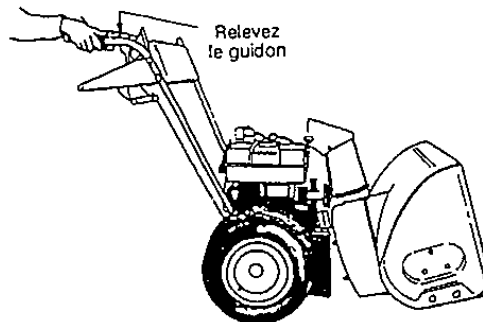

FIGURE 26
- Dégagez le logement du châssis en relevant le guidon de la position du conducteur. Le châssis et le logement se séparent et la courroie d'entraînement arrière de la tarière se dégage des poulies. Voir la figure 26.